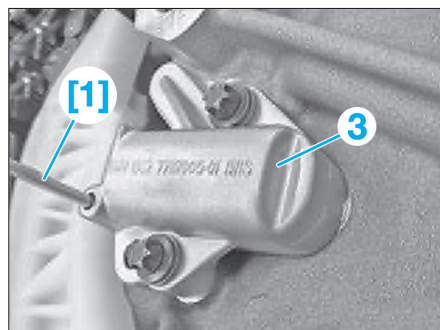

Fig. 9
- [1]. Pige de blocage du piston de tendeur de chaîne réf BMW : 114120 (Fig.9)
- Verrouiller le tendeur de chaîne (3) inférieur avec l'outil [1] (Fig.9).